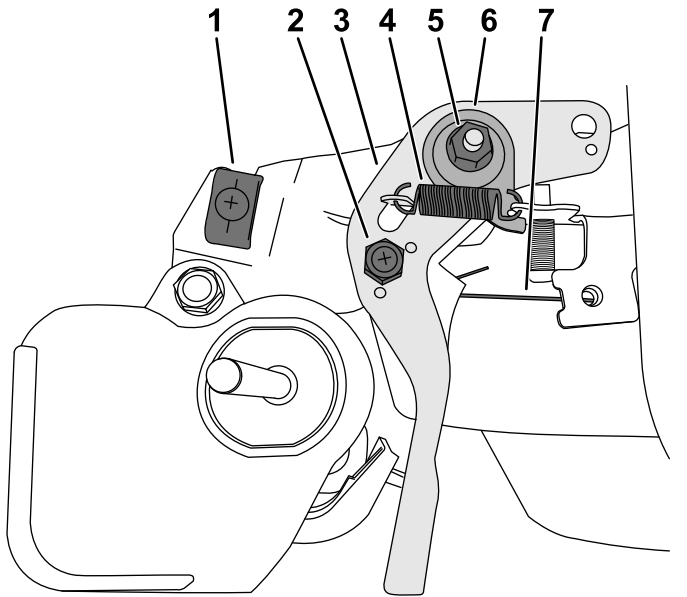

图 3
2. 卸下油门控制枢轴螺母 图 3。
3. 拆下短弹簧和调速器弹簧 图 3。
4. 从发动机上卸下螺母、压力板、波形垫圈和油门控制杆 图 3。